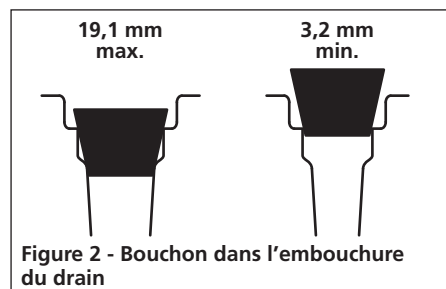

Figure 2 - Bouchon dans l'embouchure du drain
2. Choisir le bon bouchon en le plaçant dans l'embouchure du drain. Le bouchon devrait complètement boucher l'embouchure du drain entre 3,2 et 19,1 mm de sa hauteur (voir la figure 2).